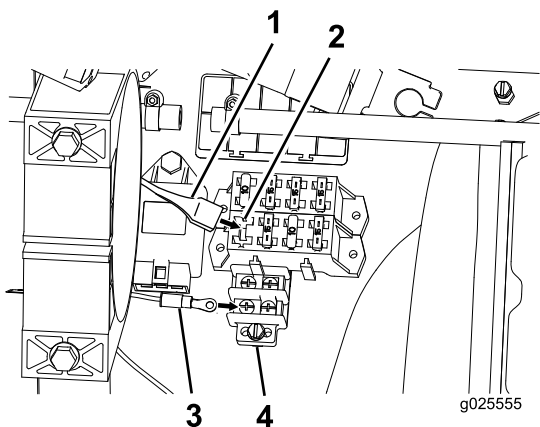

Figura 20
1. Conecte el arnés de cables al bloque de fusibles y el cable de tierra al bloque de tierra (Figura 20).